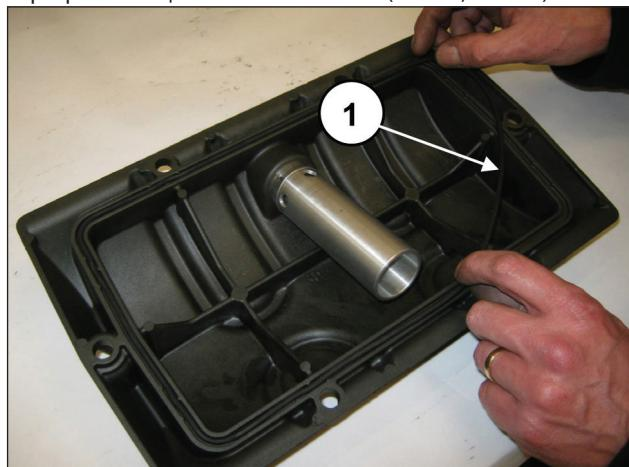
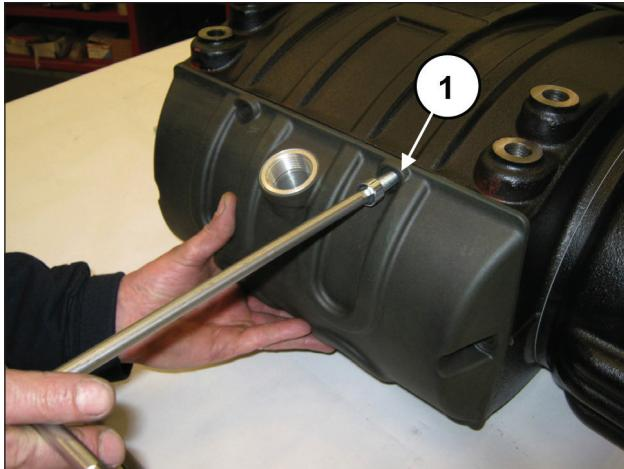

Рис. 72
Рис. 73
Вставьте уплотнительное кольцо круглого сечения в заднюю крышку (поз. ①, Рис. 72) и установите крышку на картер с помощью 6 винтов M10x30 (поз. ①, Рис. 73).